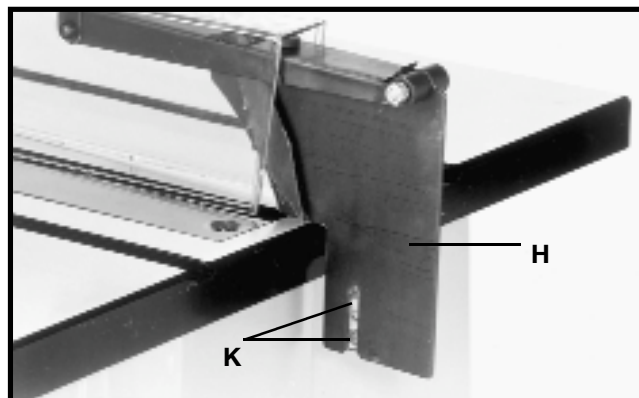

Fig. 13
6. Posicione el hendedor (H), Fig. 13, en la abrazadera para el soporte del hendedor como se muestra y asegúrese de que las dos protuberancias (K) de la abrazadera para el soporte del hendedor estén dentro de la ranura del hendedor (H).